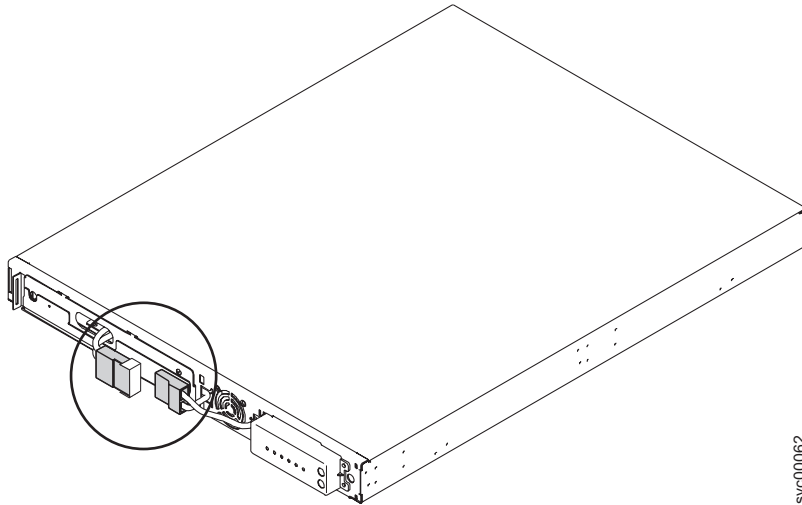

図 182. 保護テープ付きの 2145 UPS-1U 内部バッテリー・コネクタ
7. 2 つのコネクタを引き離して、露出したバッテリー・コネクタを粘着テープでカバーします。518 ページの図 182 を参照してください。